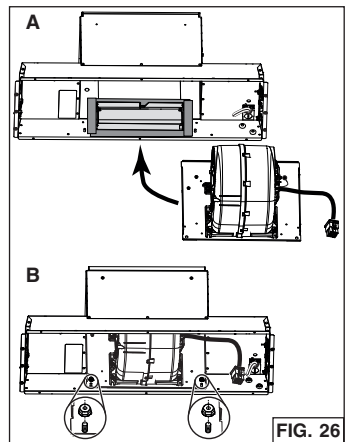

FIG. 26
5. Inserte el ventilador y su placa al interior de la campana, dónde estaba la placa trasera (A). Fije la placa a la campana usando las 2 tuercas retiradas previamente al paso 8 en la parte PREPARACIÓN DEL APARATO (B) (FIG. 26).